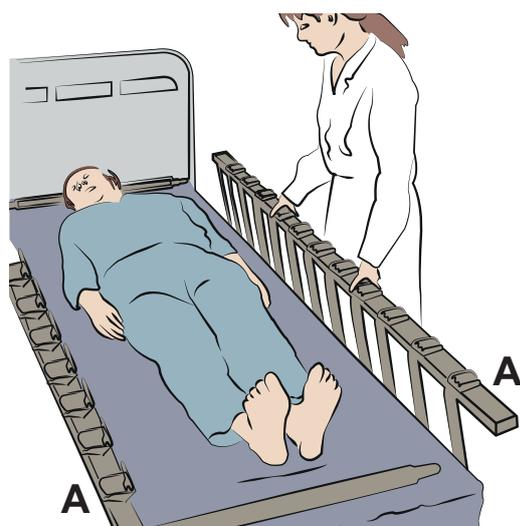

Fig. 4
7. Inserire entrambi i tubi terminali nelle sezioni laterali (A). Vedere fig. 4.